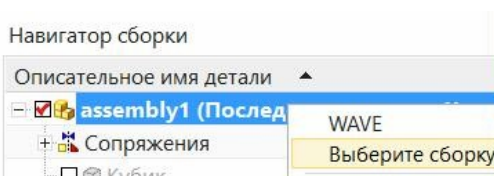
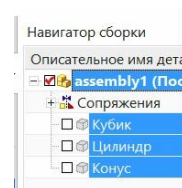

рис.47
рис.48
- Выполните команду **«Выберите сборку»** (рис.47). Будут подсвечены синим строки всех компонентов вашей сборки (рис.48);